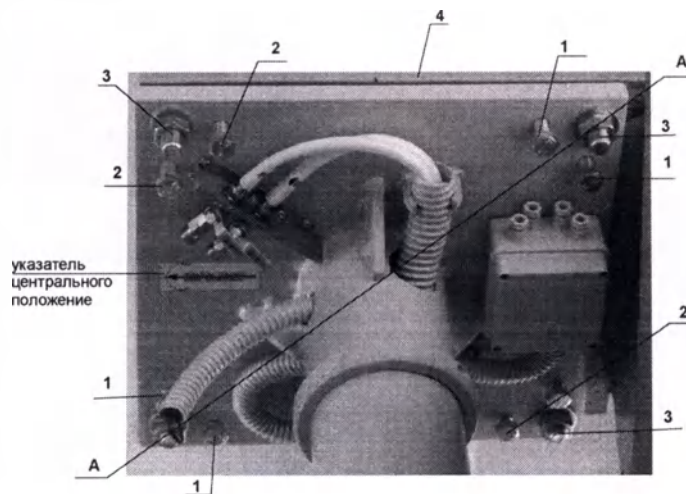

Рис. 11 Расположение наклейки “центральное положение”, регулировочных болтов и гаек крепления основания консоли (типовой вид)
2. Магистральные трубопроводы медгазов, сжатого воздуха и вакуума подводятся по пневматической схеме (Рис.7) в последовательности согласно маркировки назначения на основании консоли. Провода электропитания и информационных сигналов подводятся к соответствующим монтажным коробкам (Рис. 2, Рис. 3). по электрической схеме (Рис.8). При отсутствии подвесного потолка подвод медгазов проводить в пазе декоративного кожуха в сторону центрального положения плеча (Рис.11), а провода электропитания и информационных сигналов – в противоположной стороне кожуха.
7. С помощью уровня проверить и отрегулировать горизонтальность поворотных плечей консоли с помощью регулировочных болтов, расположенных на основании потолочного крепления консоли (см. Рис. 11). Перед регулировкой надо ослабить все гайки крепления „3“. Для регулировки горизонтальности надо положить уровень на верхнее плечо и повернуть его в положение показанное линией А-А (см. Рис. 11) (центральная ось плеча должна совпасть с диагональю плиты основания потолочного крепления). Затем двумя парами болтов „1“ Рис. 11 находящихся на этой диагонали, выставить горизонтальность плеча. Регулированные болты при регулировке горизонтальности плеча обязательно должны опираться в опорную плиту „4“ Рис. 11. Поверните верхнее плечо в положение перпендикулярное диагонали А-А. И затем другой парой болтов „1“ Рис. 11 выставите горизонтальность плеча. После окончательной регулировки горизонтальности все гайки „3“ затянуть